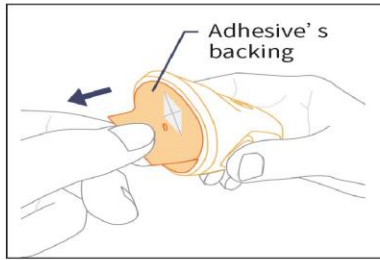

Рисунок 10 – Снятие
- Откройте стерильную упаковку, достаньте сенсор, снимите клейкую подложку (рисунок 10).